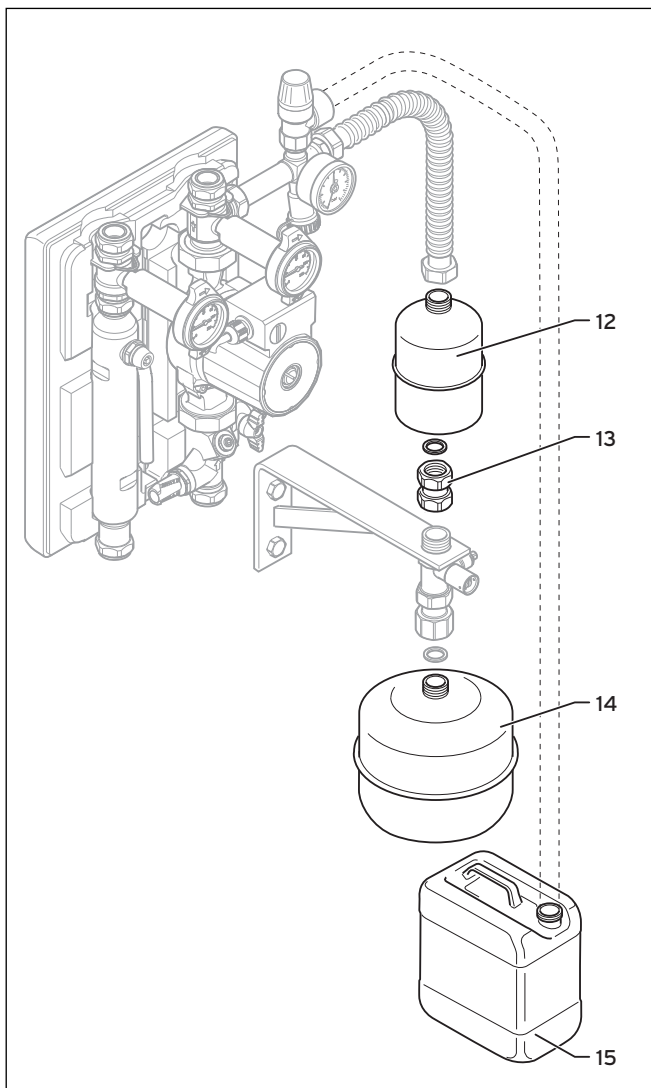

Fig. 3.2 Accesorios
- Dirija el tubo de desagüe con inclinación hasta un recipiente colector adecuado (→ Fig. 3.2, pos. 13).
También puede colocar, entre el vaso de expansión solar y la estación solar, un vaso de pre-expansión solar (→ **Fig. 3.2**, pos. 12) con el manguito de 3/4" que se adjunta (→ **Fig. 3.2**, pos. 13).